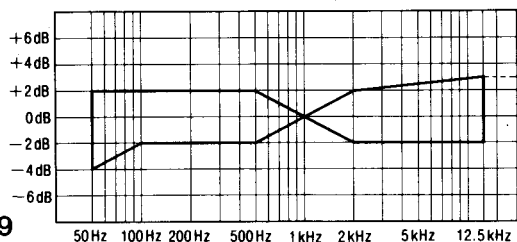
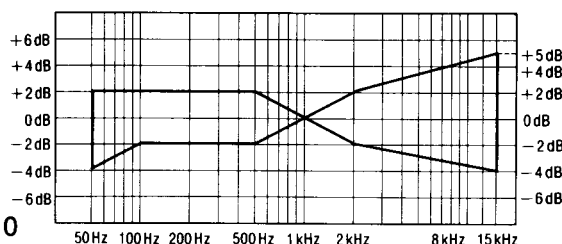

Fig. 9
Fig. 10
4. Reproducir la señal grabada en el paso 3 y comprobar que el nivel de cada frecuencia de salida esté dentro de la gama mostrada en la Fig. 9 en comparación con la frecuencia de referencia (1kHz).
5. Si no está dentro de la gama estándar, ajustar la corriente de polarización mediante la CINTA ①: RV101 (CH-I) {RV102 (CH-D)} y la CINTA ②: RV103 (CH-I) {RV104 (CH-D)} de manera que el nivel de frecuencia esté dentro del estándar.
6. Después de eso, incrementar la señal grabada en la cinta virgen CrO₂ (QZZCRX) y la cinta virgen metálica (QZZCRZ) hasta 15kHz y ajustar de la misma manera como mencionado arriba y comprobar que el nivel de frecuencia esté dentro de la gama mostrada en la Fig. 10.